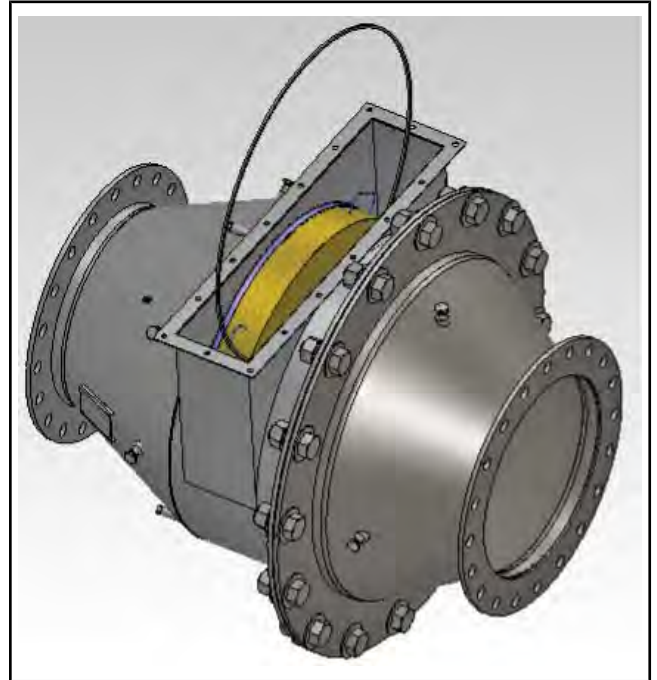

Рисунок 15.10-6: Извлечение распорного кольца
- Извлеките распорное кольцо (см. Рисунок 15.10-6).